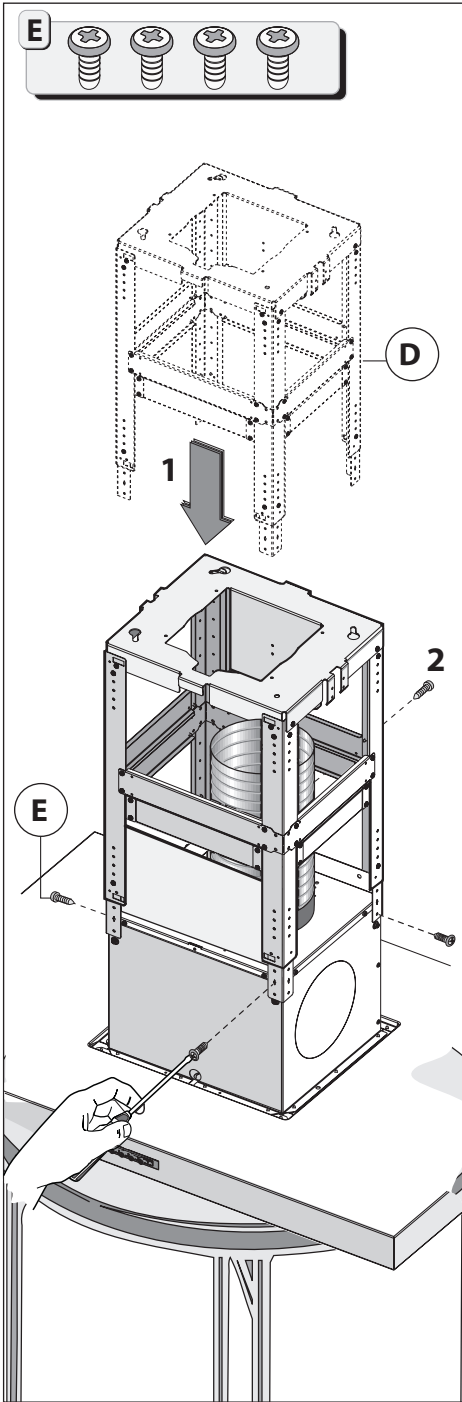

Fig.3
- Prendere la struttura **D** dall'imballo e fissarla al bussolotto motore con le 4 viti **E** fig.3.